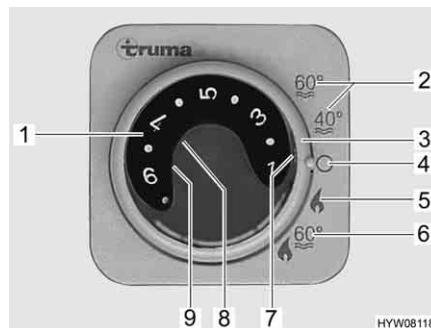

Fig. 158 Unité de commande pour chauffage/chauffe-eau
- Régler le mode de régime à l'aide de l'interrupteur tournant (Fig. 158,3).
Le chauffage règle le degré d'allumage automatiquement en fonction de la température ambiante requise. Une fois que la température ambiante désirée est atteinte, le brûleur s'éteint. En mode "Chauffage et chauffe-eau" (Fig. 158,6) l'eau est également chauffée dans le chauffe-eau. Il est possible de faire fonctionner le chauffage en mode "Chauffage sans chauffe-eau" (Fig. 158,5) et le chauffe-eau vide.
- Régler le bouton tournant de température (Fig. 158,1) de l'unité de commande sur la température de chauffage désirée.
- Régler l'interrupteur tournant (Fig. 158,3) en régime hiver "Chauffage sans chauffe-eau" (Fig. 158,5) ou en régime hiver "Chauffage et chauffe-eau" (Fig. 158,6).
Le voyant de contrôle vert (Fig. 158,7) s'allume.
- Régler l'interrupteur tournant (Fig. 158,3) sur "O" (Fig. 158,4).
La combinaison régime au gaz et régime électrique 230 V permet de raccourcir la période de chauffage (uniquement possible lorsque le chauffage sur l'unité de commande (Fig. 158) est réglé sur régime hiver).